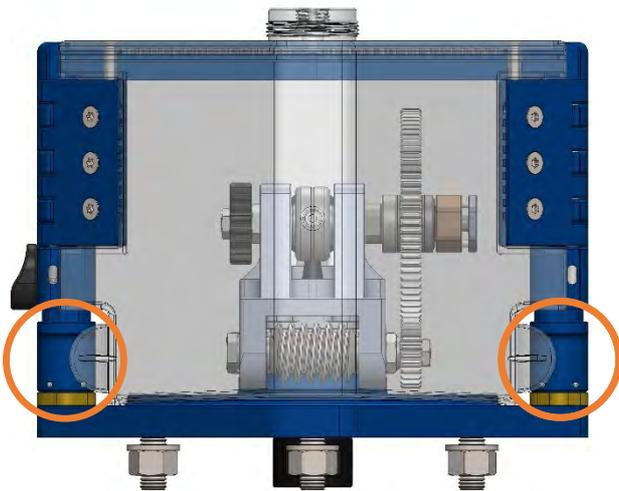

Figure 12
1. Appuyez simultanément sur les deux boutons situés sur les côtés opposés du couvercle vers le haut. Figure 12 et 13;